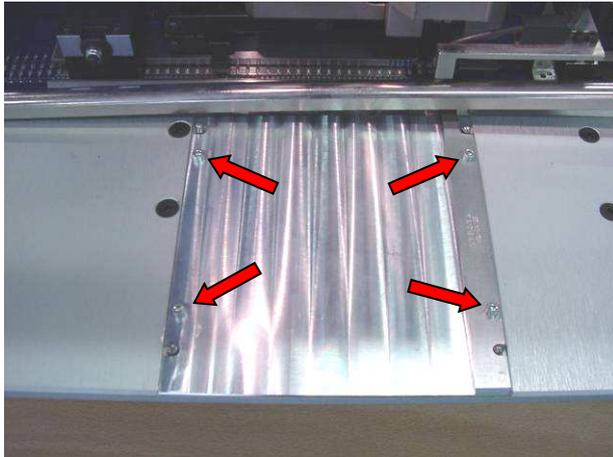

Bild 9a
1. Lösen und entfernen Sie die vier Innensechskantschrauben der Standard-Führung (siehe Bild 9a).